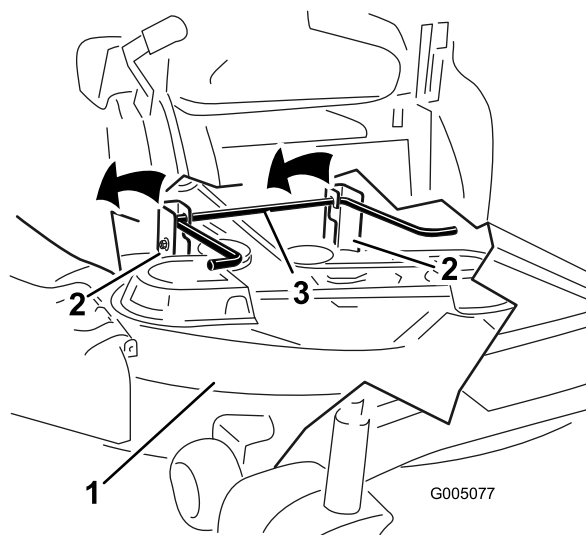

Figure 52
5. Soulevez et enlevez le tablier de coupe et les supports de la tige de levage arrière et abaissez la tondeuse au sol avec précaution (Figure 52).
5. Soulevez l'arrière du tablier de coupe et guidez les supports sur la tige de levage arrière (Figure 52).